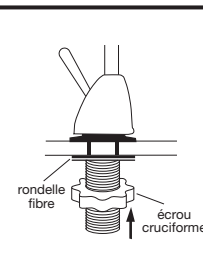

Figure 2
- Par dessous l'évier, glissez la rondelle en fibres de 2 1/4 po (5.7 cm) sur la base du robinet. Réinstallez l'extension fileté sur la base en serrant bien. Vissez l'écrou-étoile sur l'extension jusqu'à ce qu'il serre bien (Figure 2).